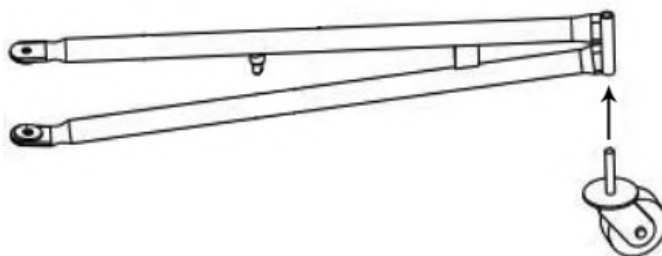

Abbildung 12
- Befestigen Sie die Laufrollen mit allen drei Beinen wie in Abb. 12 gezeigt.
- Befestigen Sie die Radbaugruppe an der Rahmenbaugruppe mit Unterlegscheiben Ø10 und Schrauben M10x20 wie in Abb. 12 gezeigt.